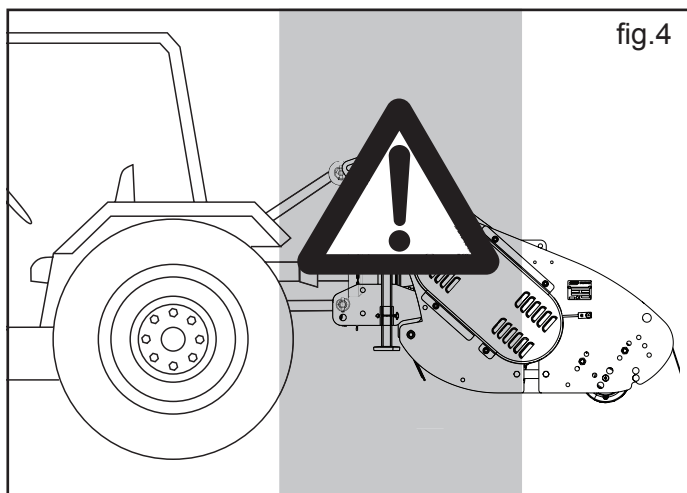

fig.4
- 12) Desactivar, siempre, la toma de fuerza cuando el árbol cardán realiza un ángulo demasiado abierto (nunca por encima de los 10 grados - Fig. 4) y cuando no se utiliza.